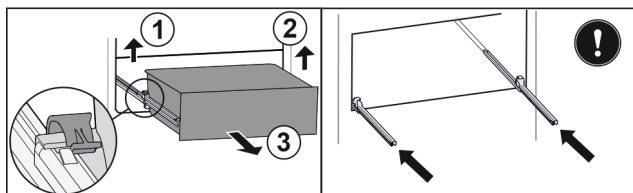

Fig. 215
- Ngrini lart kapësen e majtë dhe në të njëjtën kohë tërhiqni nga përpara sirtarin e majta. *Fig. 215 (1)*
- Ngrini lart kapësen e djathtë dhe në të njëjtën kohë tërhiqni nga përpara sirtarin nga e djathta. *Fig. 215 (2)*
- Hiqeni sirtarin nga përpara. *Fig. 215 (3)*